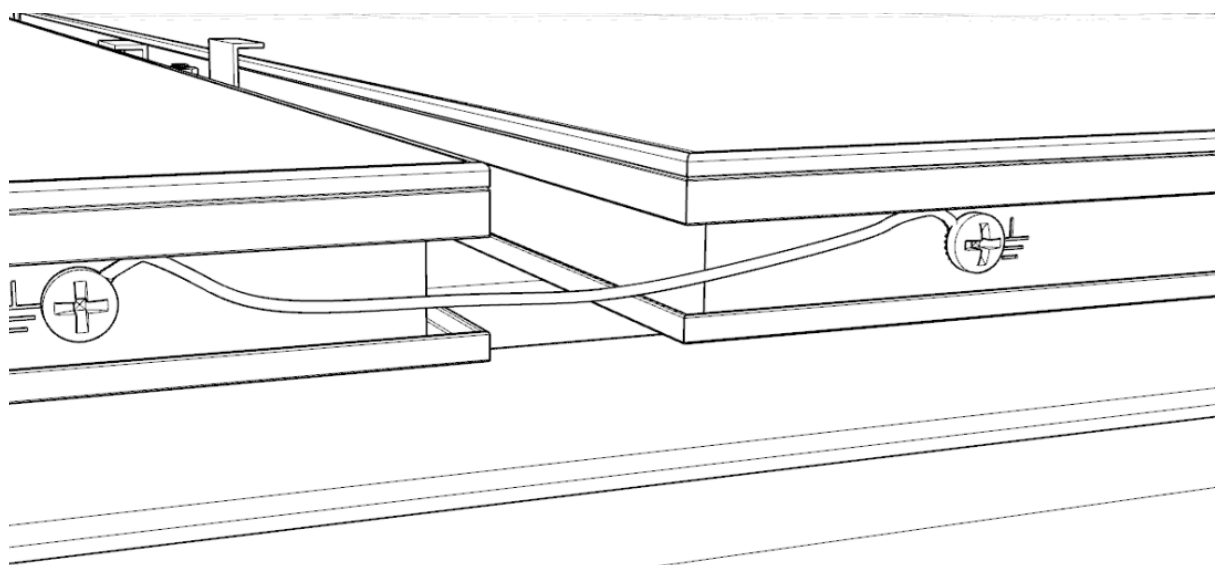
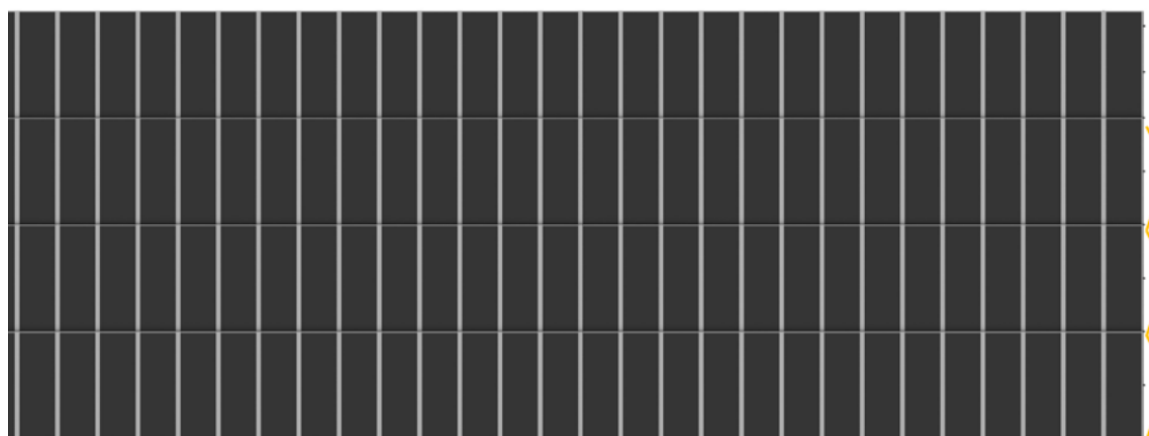

図 1
図 2
2) Galaxy-F 製品の短辺フレームの接地穴にネジと接地線を接続します (図 1 参照)。最後に、上下列間の接続線の取り付けについては下図を参考にしてください (図 2 参照)。すべての横列製品の最外側のフレームを接続して導電経路を形成 し、接地導体と接続します。接地導体は地桩と接続し、地桩は地中に $\geq 1.5\text{m}$ 埋め 込み、接地抵抗は 4Ω 未満である必要があります。